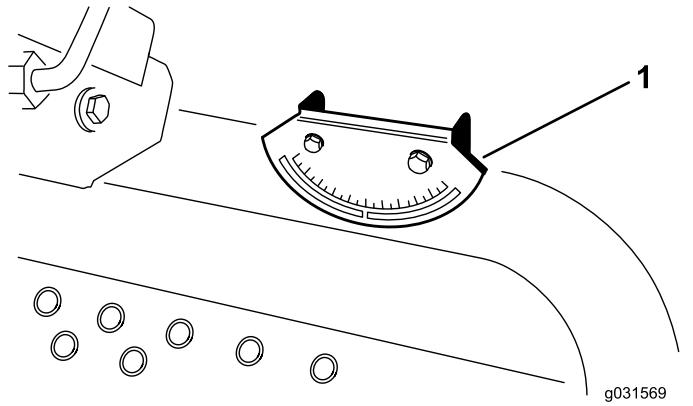

Bild 5
2. Prüfen Sie, ob die Maschine nivelliert ist, indem Sie einen manuellen Neigungsmesser (gehört zum Lieferumfang der Maschine) gegen eine Querschiene des Rahmens am Kraftstofftank halten (**Bild 5**).